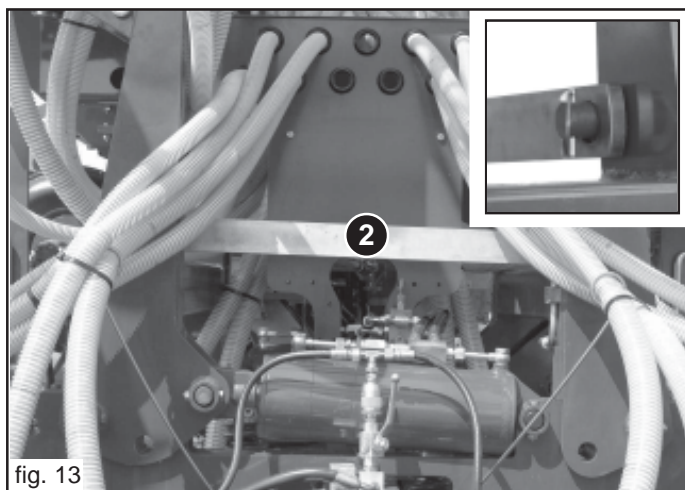
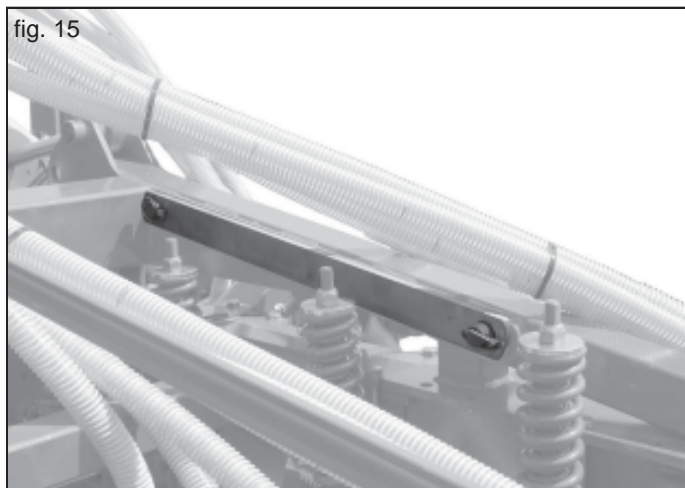

fig. 13
fig. 15
- Die Sicherheitsvorrichtung der Seitenrahmen entfernen (2, Abb. 13) und sie wie auf Abbildung 15 beschrieben im Seitenrahmen verstauen;
- Die Seitenrahmen mit der speziellen Sperrstange (2, Abb. 13) verriegeln und die Stange mit den entsprechenden Sicherheitsvorrichtungen absichern (Stiftbolzen und Splinte).